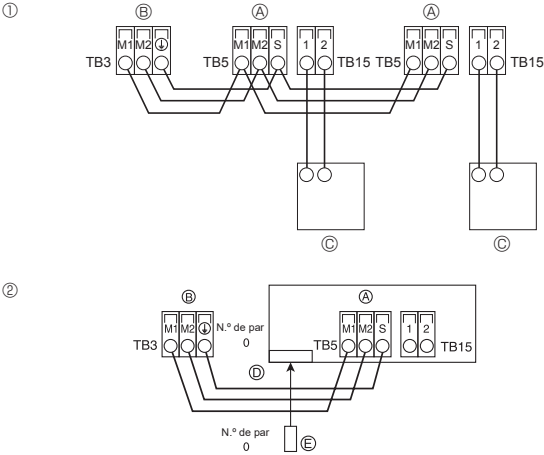

Fig. 6-3
6.5. Conexión de los cables de transmisión del mando a distancia y de las unidades exterior e interior (Fig. 6-3)
① Mando a distancia MA
- ② Controlador remoto inalámbrico